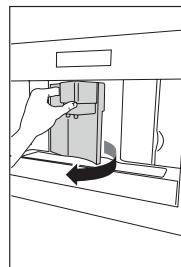
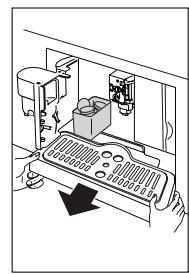
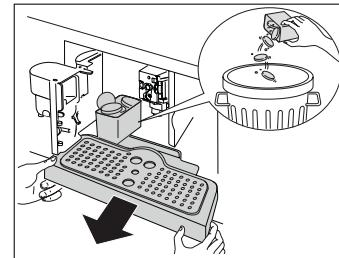

Fig. 23
Fig. 24
Fig. 39
- Pentru a curăța, deschideți ușa de serviciu din față trăgând de duza de cafea (Fig. 23), scoateți tăvița de scurgere (Fig. 24), goliți-o și curătați-o (Fig. 39).